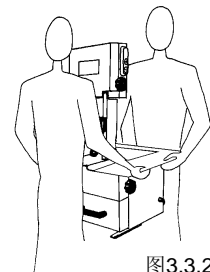

图3.3.2
- 至少需要两个人从台面上移动**台式锯骨机SO 2020**(图 3.3.2) - 重 57 Kg.